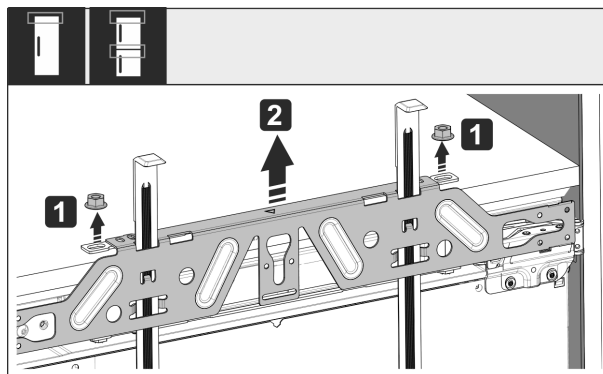

Fig. 50
- ▶ Открутите контргайки Fig. 50 (1).
- ▶ Снимите крепежную поперечину Fig. 50 (2).